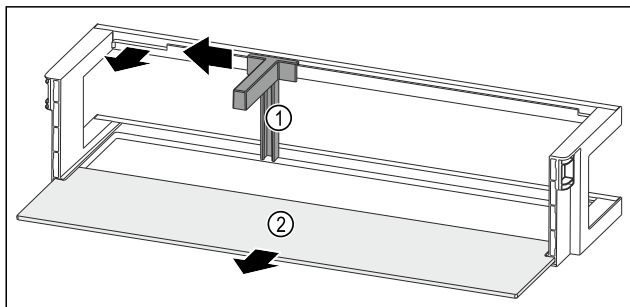

Fig. 276 Dveřní přihrádka s držákem lahví a odkládací plochou
- Držák lahví Fig. 276 (1) posuňte na stranu až k vybrání.
- Držák lahví Fig. 276 (1) odeberte.
- Odkládací plochu Fig. 276 (2) odeberte.